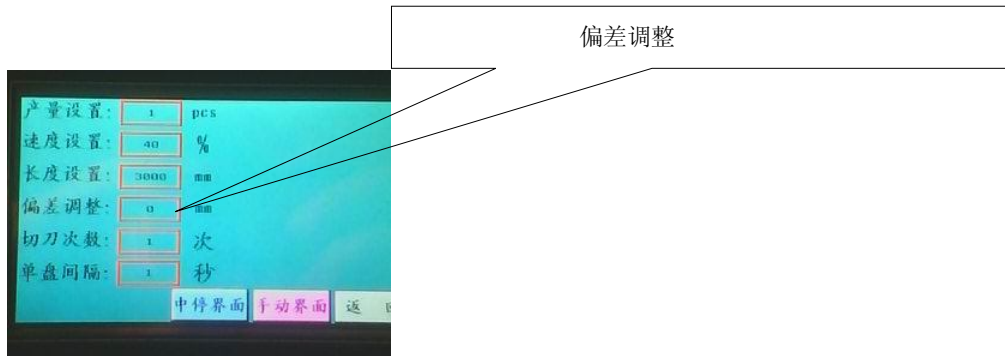

图 3-4-2
- (3) 按“长度设置”按钮下的“*****mm”进入光缆长度设置状态，输入所需的长度数值，具体操作方法参照产量设置
- (4) 速度设置 参照图 3-4-2